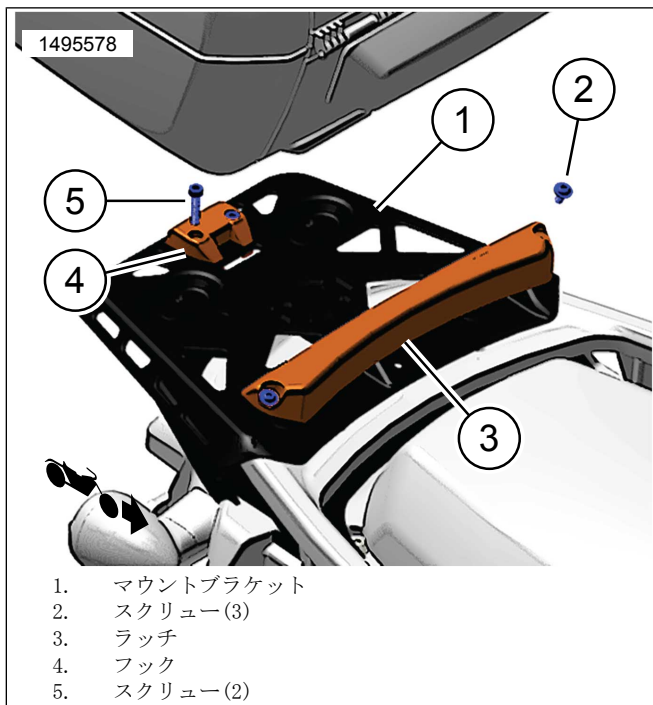
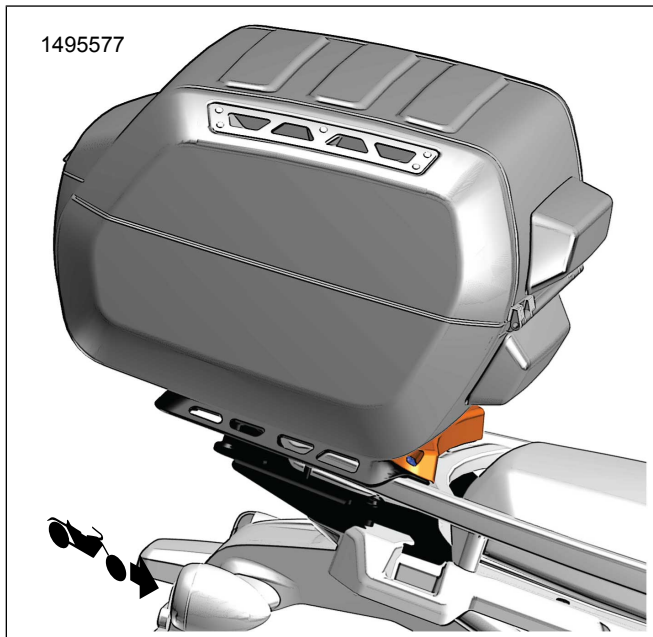

図13。マウントキット (53000812)
図14。トップケースの取り付け
1. 図13 マウントキットをマウントブラケットに取り付けます。
3. 「図13」および「図14」を参照してください。トップケースをフロントラッチ(3)にスライドさせ、リアフック(4)をクリックするまで、揺り動かします。